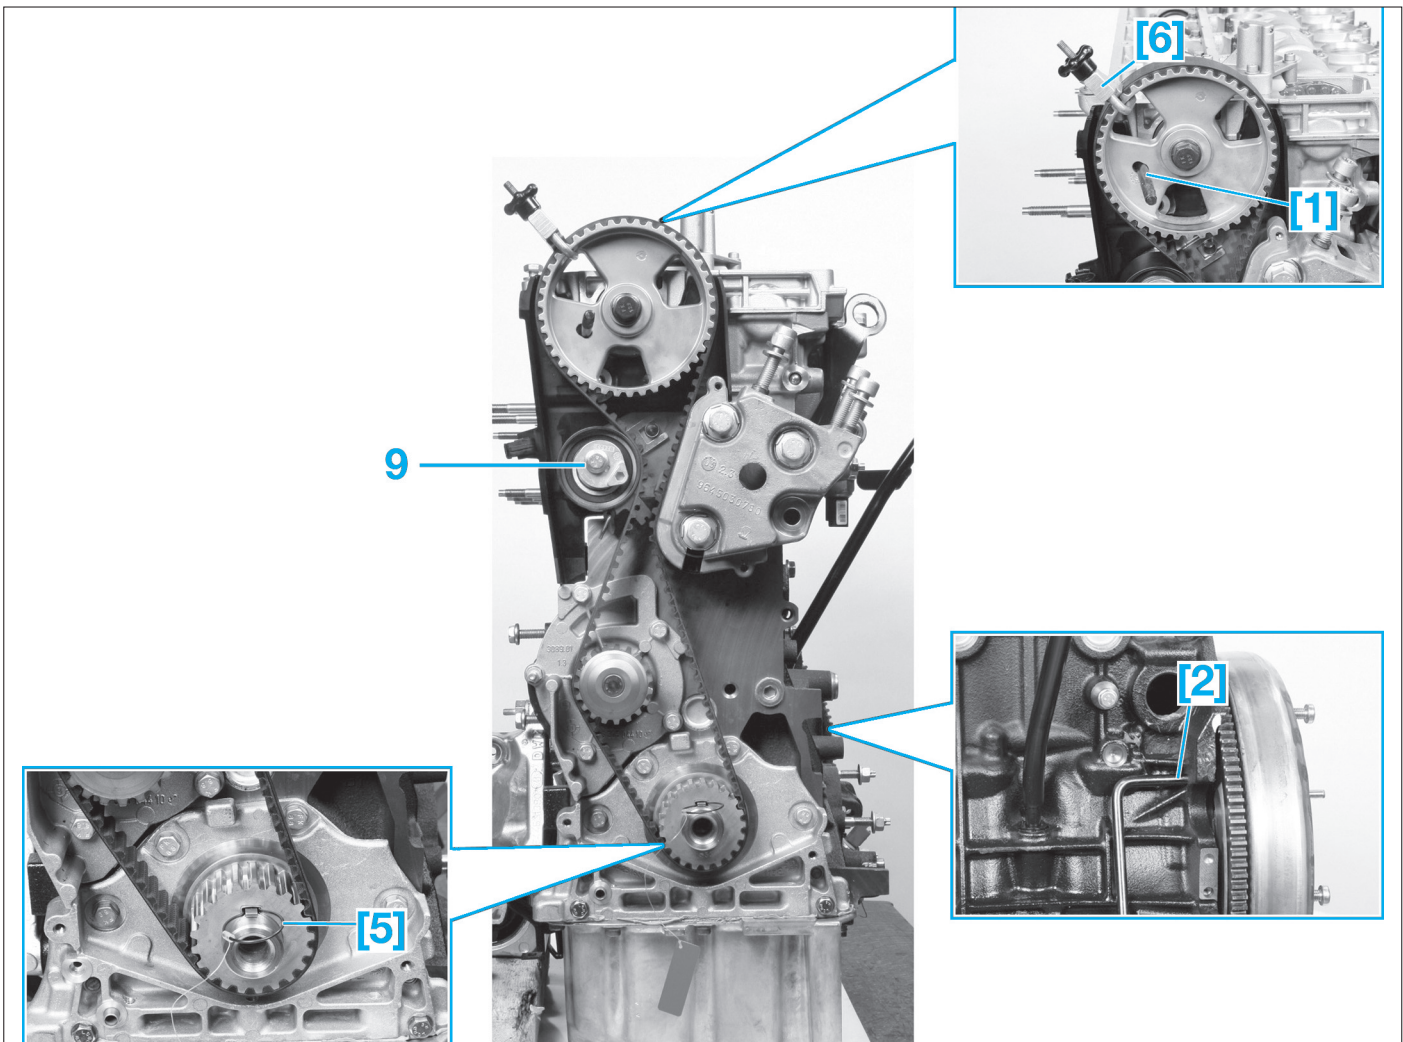

Fig. 6
- [1]. Pige de la poulie d'arbre à cames (réf : 0188.M) (Fig.6).
- [2]. Pige de volant moteur (réf : 0188.X) (Fig.6).
- [5]. Centreur de poulie (réf : 0188.AH) (Fig.6).
- [6]. Pince courroie (réf : 0188.AD) (Fig.6).
- Tourner le moteur par la vis de fixation de la poulie d'accessoires jusqu'à pouvoir engager l'outil [1] (Fig.6).
- Desserrer la vis du galet tendeur (9) (Fig.6).
- Mettre en place l'outil [5] (Fig.6).
- le moteur est au point de calage (Fig.6).
- Reposer la courroie de distribution sur la poulie d'arbre à cames et mettre en place l'outil [6] (Fig.6).